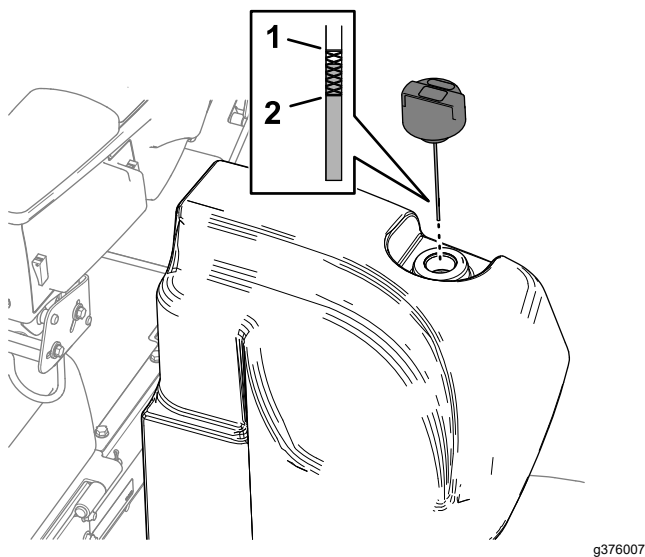

Bild 117
2. Reinigen Sie den Bereich um den Füllstutzen und den Deckel des Hydraulikbehälters (Bild 117).